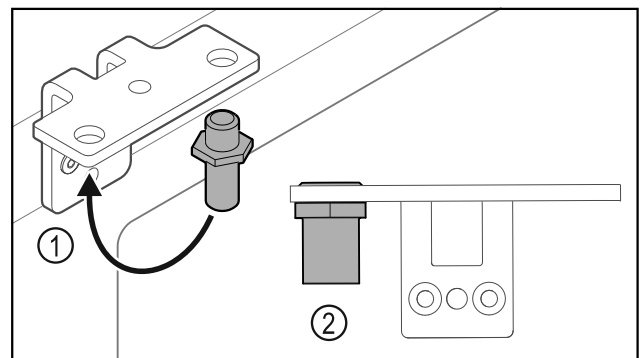

Fig. 21
- ▶ Bolzen Fig. 21 (1) im Scharnierwinkel umsetzen.
- ▶ Bolzen Fig. 21 (2) mit **Drehmoment von 12 Nm** anziehen.